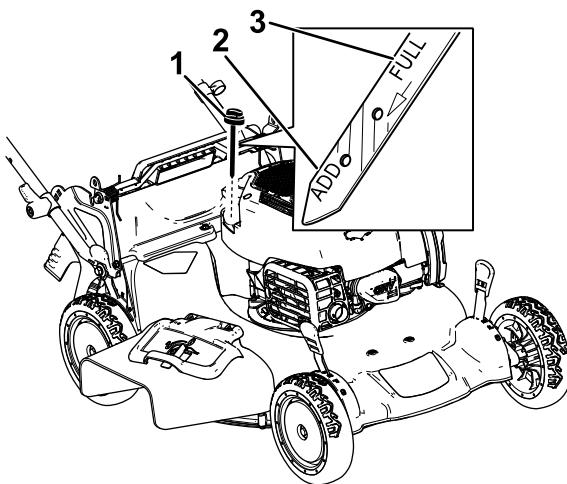

図 26
- キャップを左に回してディップスティックを抜き取る図 26。
10. ディップスティックの目印で油量を点検する図 26。